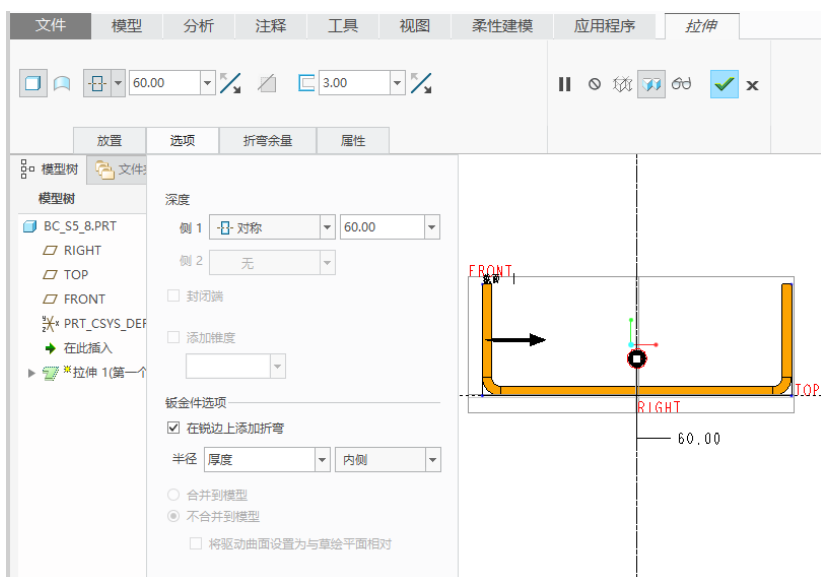

图 5-163 “拉伸”选项卡的“选项”面板
(4) 在“拉伸”选项卡上, 从深度选项列表框中选择  (对称) 选项, 输入拉伸深度值为“60”, 并输入拉伸壁的厚度值为“3”。
(5) 在“拉伸”选项卡上打开“选项”滑出面板, 从“钣金件选项”选项组中勾选“在锐边上添加折弯”复选框, 并在“半径”框中选择“厚度”选项, 设置标注折弯的方式选项为“内侧”, 如图 5-163 所示。